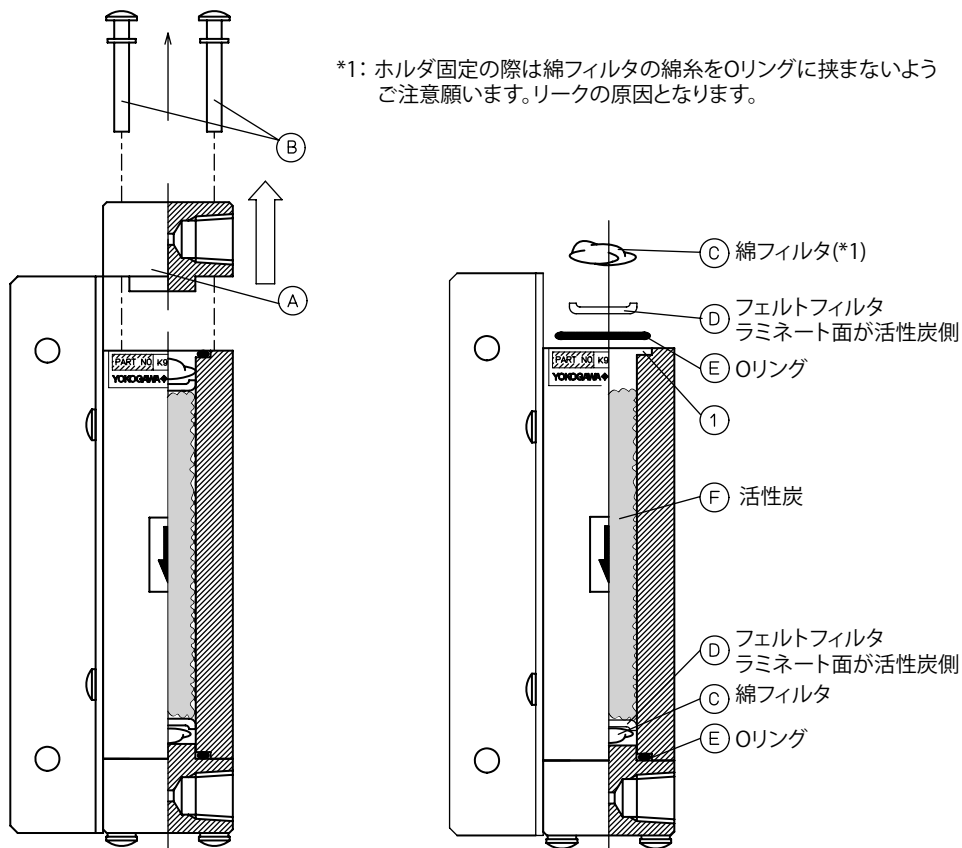

図7.4 活性炭フィルタの交換
- (1) ホルダ **(A)** のねじ（ワッシャ含む）**(B)** 4 個を緩め、ホルダ **(A)** を取り外します。（図 7.4）
- (2) 綿フィルタ **(C)** およびフェルトフィルタ **(D)**、Oリング **(E)** を取り出します。
- (3) 活性炭 **(F)** を廃棄します。
P 7-7 図 7.4 の注記追加